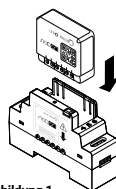

Abbildung 1
- 3 Setzen Sie das Modul in das DIN-Schiene-Gehäuse ein und achten Sie auf die Einstrichrichtung des Moduls, die Klemmleiste muss sich links befinden (siehe Abbildung 1). Überprüfen Sie, ob die Klammern gut gelöst sind und achten Sie darauf, dass die Stifte im Kasten nicht geknickt werden.